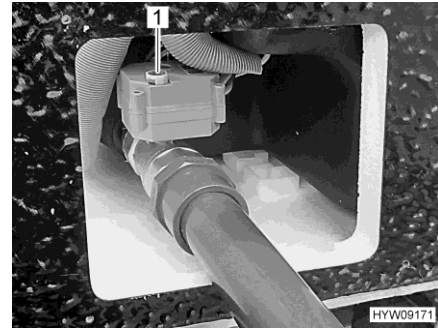

Fig. 164 Ruedecilla (grifo para la eliminación de aguas residuales)
- Para abrir el grifo para la eliminación de aguas residuales, tirar la ruedecilla (Fig. 164,1) hacia arriba y girarla en sentido contrario a las agujas del reloj hasta el tope. El sentido de giro está marcado en la ruedecilla (O para abrir, S para cerrar).
- Para cerrar el grifo para la eliminación de aguas residuales, tirar la ruedecilla (Fig. 164,1) hacia arriba y girarla en sentido de las agujas del reloj hasta el tope.